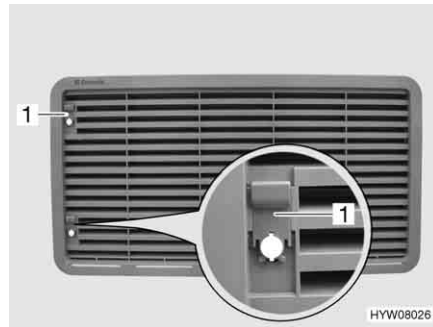

Fig. 133 Grille d'aération du réfrigérateur (avec curseur)
- Pousser le curseur (Fig. 133,1) vers le haut.